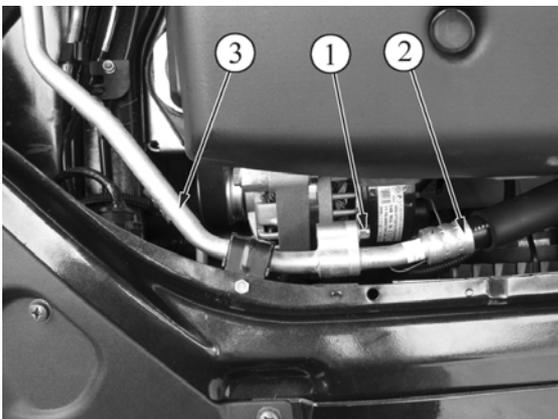

Рисунок 11 – Снятие трубопровода компрессора:
5.6.3 Отвернуть гайку 1, рисунок 11, крепления трубопровода 2 к блоку трубопроводов 3 (головка сменная 10, вороток).